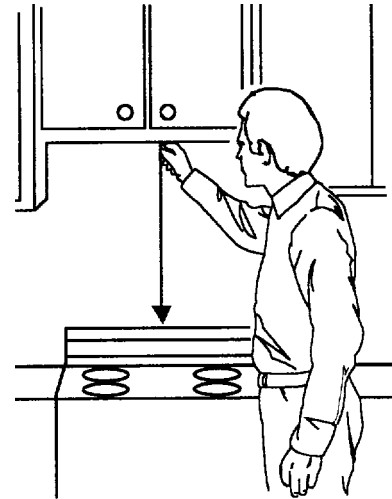

Figura 22
1. Usando un hilo de plomada y una cinta de medir (metálica), localice y marque una línea vertical en el centro de la pared posterior, según se indica en la Figura 22.
NOTA: Asegúrese que el ancho mínimo sea de 30 pulgadas (76 cm) y la distancia de la parte superior de la plantilla de la pared a la estufa o a la parte superior del mostrador sea de 30 pulgadas (76 cm) cuando menos. Vea la figura 22.